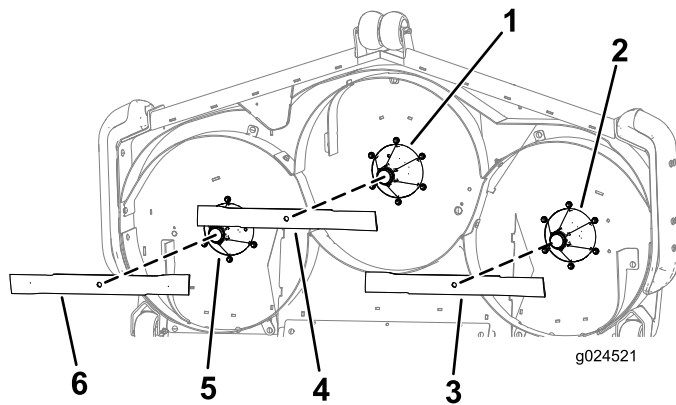

Bild 7
1. Setzen Sie das rote Messer, das sich in die Gegenrichtung dreht, auf die rechte Spindel (Bild 7).
2. Montieren Sie die zwei schwarzen Messer auf der mittleren und linken Spindel (Bild 7).